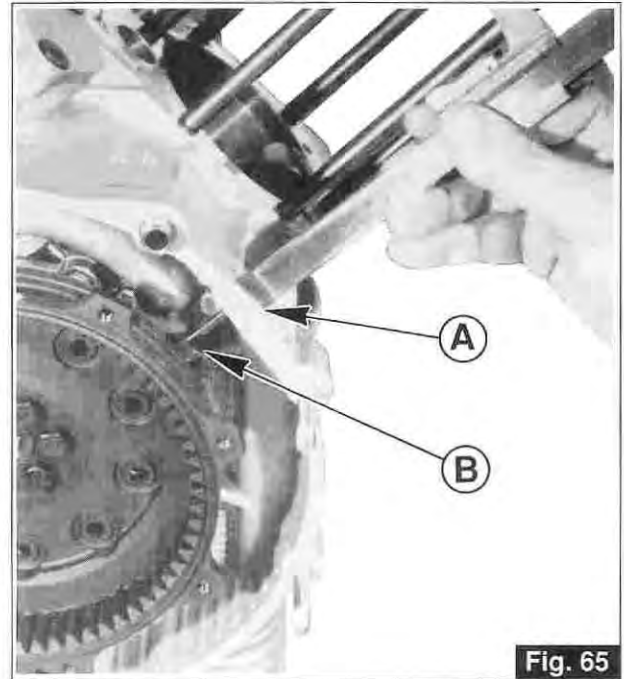

Fig. 65
- 1) con calibro rilevare la distanza tra la battuta sul basamento «A» e la superficie del dente sul volano «B» (Fig. 65);
- 1) measure the distance from sensor seating «A» on crankcase to the surface of flywheel tab «B» (Fig. 65) with a gauge;